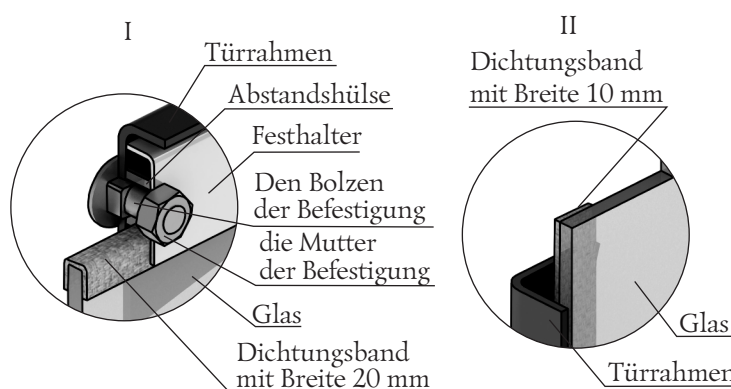

Bild 9. Befestigung des lichtdurchlässigen Schirms der Modelltür «Vitra»
1. 2 Muttern lösen, die den Festhalter fixieren (Bild 9.I), und ihn und Abstandshülse demontieren.
3. Nehmen Sie ein neues Glas, wenn es keine Dichtungsbänder hat, ist zu kleben: Band mit Breite 20 mm wird über und unter das Glas «П»-förmig (Bild 9.I), Band mit Breite 10 mm wird senkrecht, Glasseitenwände entlang (Bild 9.II) geklebt.
4. Das Glas in die Stütze einstellen, dabei soll von den Seiten geklebte Band (senkrechte) zwischen dem Glas und den Türrahmen geklemmt sein (Bild 9.II).
ACHTUNG! Muttern, die den Festhalter befestigen, werden an die Befestigungsschrauben durch Abstandshülse angezogen (Bild 9.I).